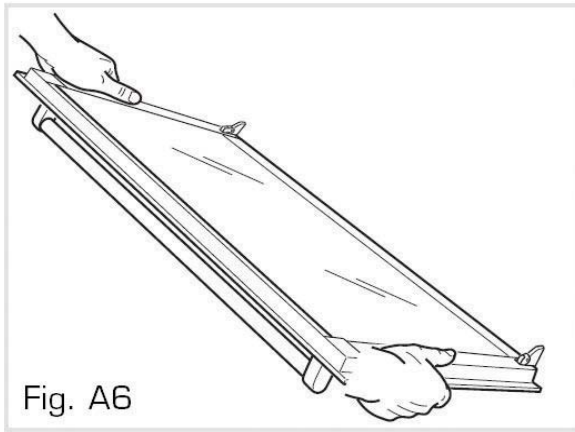

Fig. A6
1. Saisissez la porte solidement à deux mains (fig. A6).